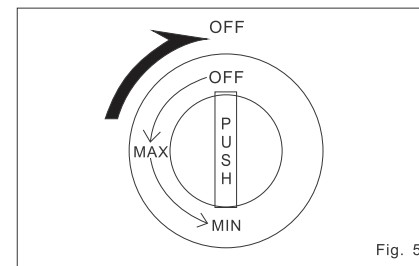

Fig. 5
• Après avoir fini le travail, tournez le bouton d'allumage contrairement à la position OFF (débranché) et assurez-vous que le brûleur est éteint (fig. 5).